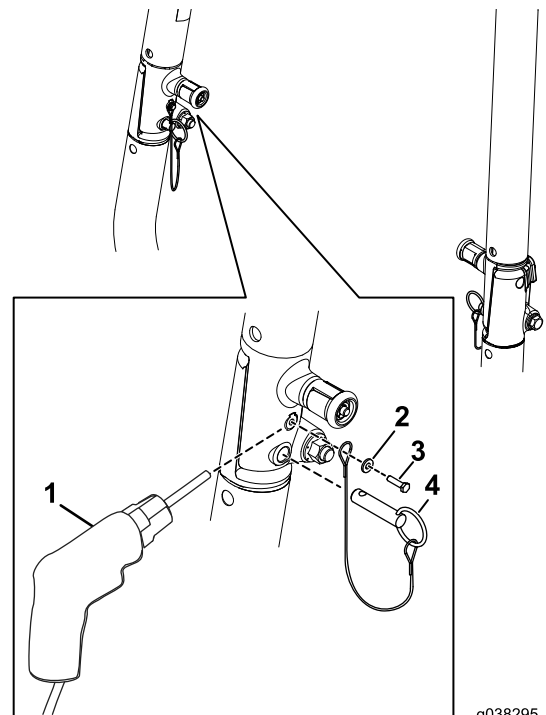

Bild 6
1. Bohren Sie mit einem Bohrer (Größe 18 (4,5 mm)) das Loch für die Verbindungsleine im Überrollschutz (Bild 6).
2. Befestigen Sie den Überrollschutzstift mit der Blechschraube (Nr. 10 x 3/4") und einer Scheibe an jeder Seite des Überrollschutzes (Bild 6).
3. Stecken Sie den Überrollschutzstift in das Loch im Überrollschutz (Bild 6).